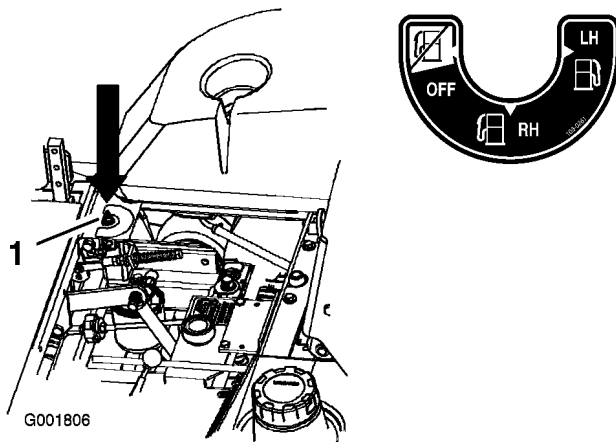

Figura 5
La macchina è dotata di due serbatoi carburante, uno a sinistra e uno a destra. Ogni serbatoio è collegato alla valvola selettiva del carburante, dalla quale un tubo di alimentazione comune è collegato al motore (Figura 5).
Per utilizzare il serbatoio di sinistra girate la valvola selettiva del carburante verso sinistra (LH). Per utilizzare il serbatoio di destra girate la valvola selettiva del carburante verso destra (RH) (Figura 5).